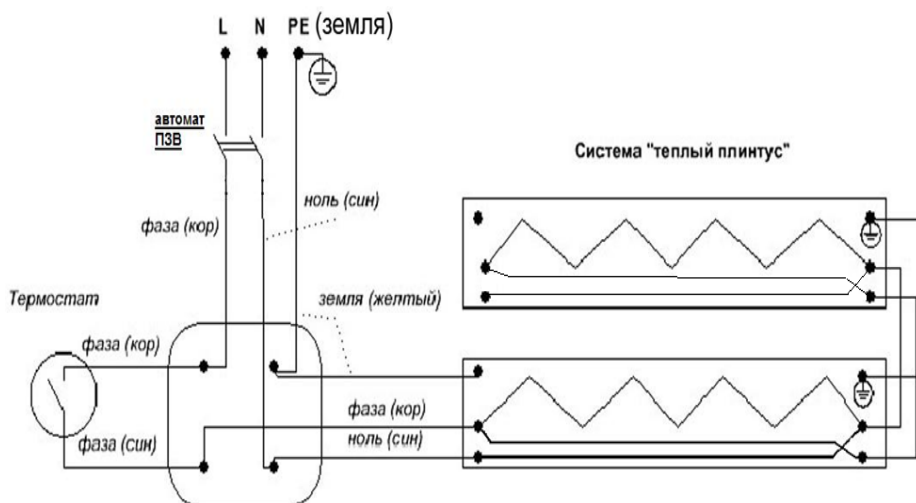

Рис.3.2.
3.2. Схема расключения распределительной коробки приведена на рис. 3.2. В распредкоробке находятся четыре двойных клеммы, которые предназначены для расключения проводов.